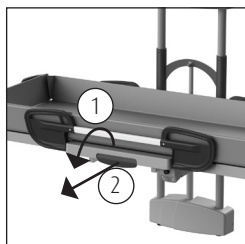
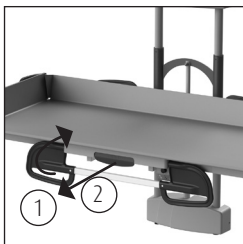
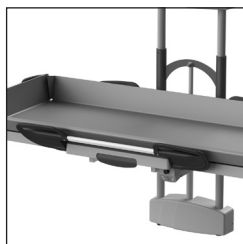

Figura 1 Binario laterale.
Figura 2 Sponda laterale abbassata.
Figura 3 Guida laterale larga.
- La sponda laterale è dotata di protezioni (1) che impediscono al cliente di sollevare autonomamente le sponde laterali (*Vedere figura 1*).
- Sbloccare il dispositivo di sicurezza tirando con una mano la maniglia sporgente e ruotando la sponda laterale con l'altra mano (2).
- Per chiudere la sponda laterale, ruotarla nuovamente verso l'alto. La sponda laterale si blocca automaticamente (*Vedere figura 2*).
- La sponda laterale può essere posizionata in due posizioni, larga e stretta. Quando si ripiega la sponda laterale verso l'alto, questa si blocca inizialmente nella posizione larga (*Vedere figura 3*). Tirando la maniglia del blocco (*Vedere figura 2*) è possibile spostare ulteriormente indietro la sponda laterale fino alla posizione stretta.